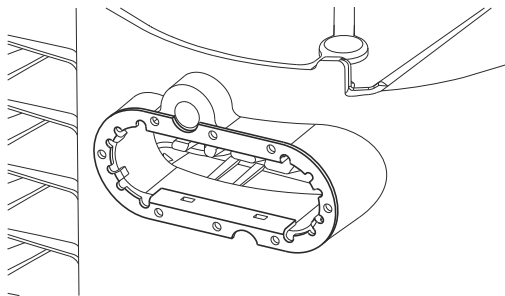

Рис. 17 Прокладка EMC на головной части насоса
2. Снимите винты (163a) и блок управления (163). При необходимости снимите датчик, чтобы не допустить пережима кабеля датчика при снятии блока управления с головной части насоса. См. раздел 8.3 Замена датчика и кабеля датчика.
3. Обозначьте положение хомута (92) и головной части насоса (301) несмываемым маркером, чтобы установить хомут и новую головную часть насоса в том же положении.
4. Ослабьте хомут и снимите головную часть насоса (301) с корпуса насоса (6).
5. Снимите уплотнительное кольцо (301) с корпуса насоса.
11. Убедитесь, что прокладка EMC (301b) установлена на головной части насоса. См. рис. 17.